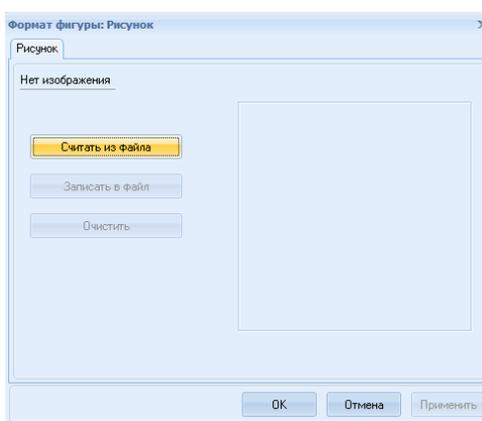

Рисунок 9.35 Окно «Формат фигуры: Рисунок»
- в открывшемся окне «Рисунок» нажать кнопку **Считать из файла** (Рисунок 9.35), открыть файл с картинкой и нажать **ОК**.